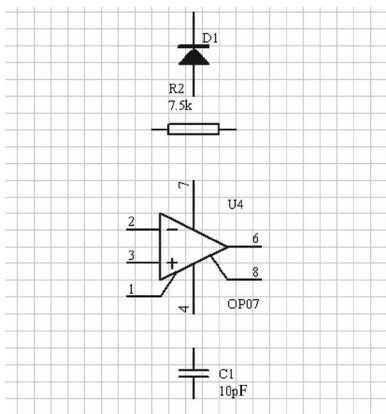

图 2-57 按水平中心对齐后的元器件
4) 选择“Center Horizontal”命令后, 4 个元器件的对齐结果如图 2-57 所示, 可以看到, 对齐后 4 个元器件的中心处于同一条直线上。